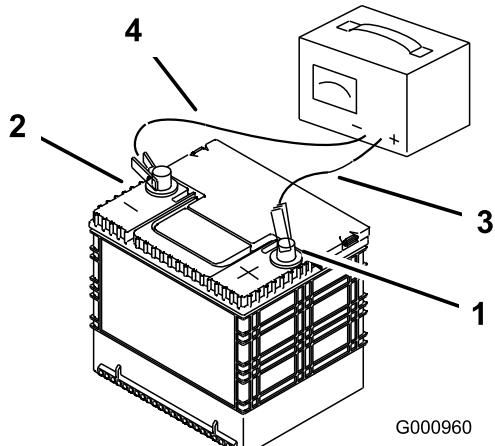

Figure 53
- Quand la batterie est chargée au maximum, débranchez le chargeur de la prise, et débranchez les fils du chargeur des bornes de la batterie (Figure 53).